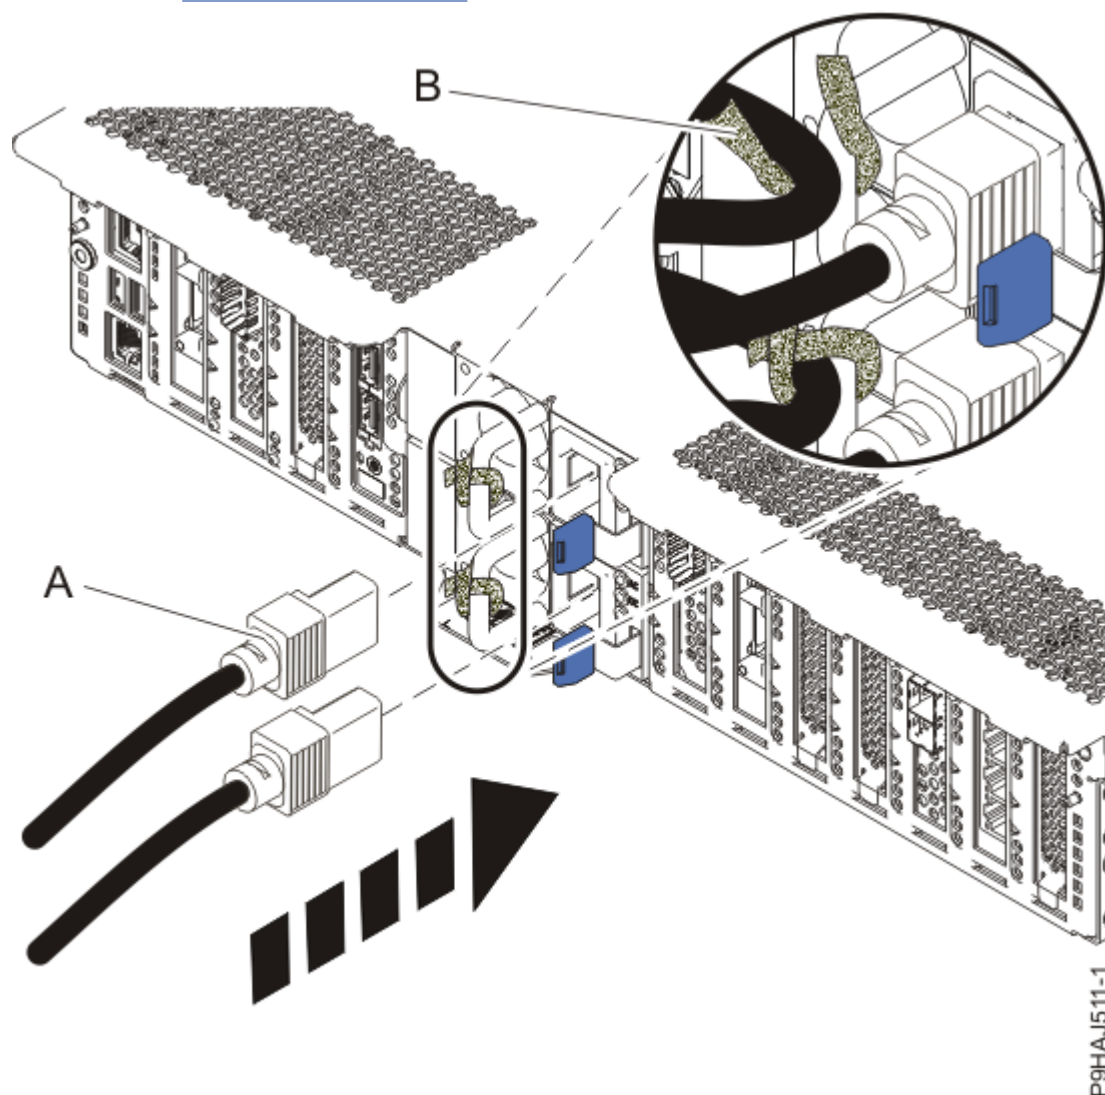

Figura 8. Conectar los cables de alimentación
3. Utilizando las etiquetas, vuelva a conectar los cables de alimentación **(A)** a la unidad del sistema. Sujete los cables de alimentación al sistema utilizando el mecanismo de sujeción **(B)**, tal como se muestra en la Figura 8 en la página 13.